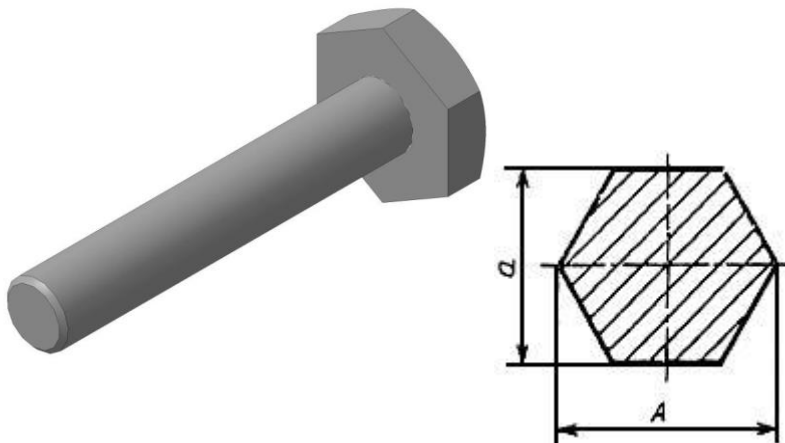

Рис. 1. Болт М14
1. По указанным данным, выполните электронную 3D модель болта М14 (Рис.1).